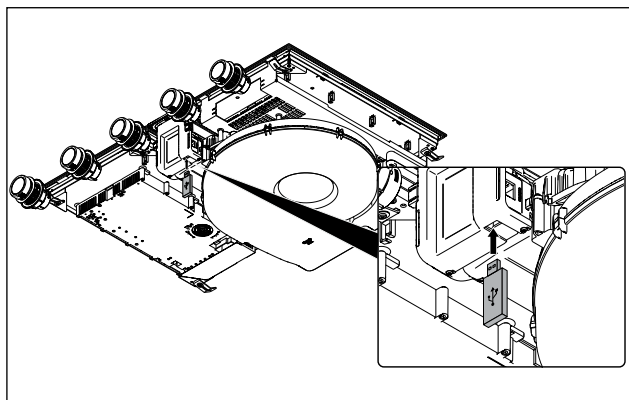

Fig. 1 Conectar memoria USB
- Conecte la memoria USB en el extractor de superficie como se muestra en Fig. 1.